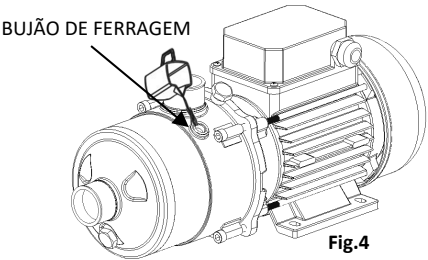

Fig.4
- Encha completamente de água o corpo da bomba e a tubagem de aspiração, através do bujão de ferragem (Fig. 4), assegurando-se de que não existe nenhuma junta ou união com fugas.
cebado (Fig. 4), asegurándose de que no exista ninguna junta o racord con pérdidas